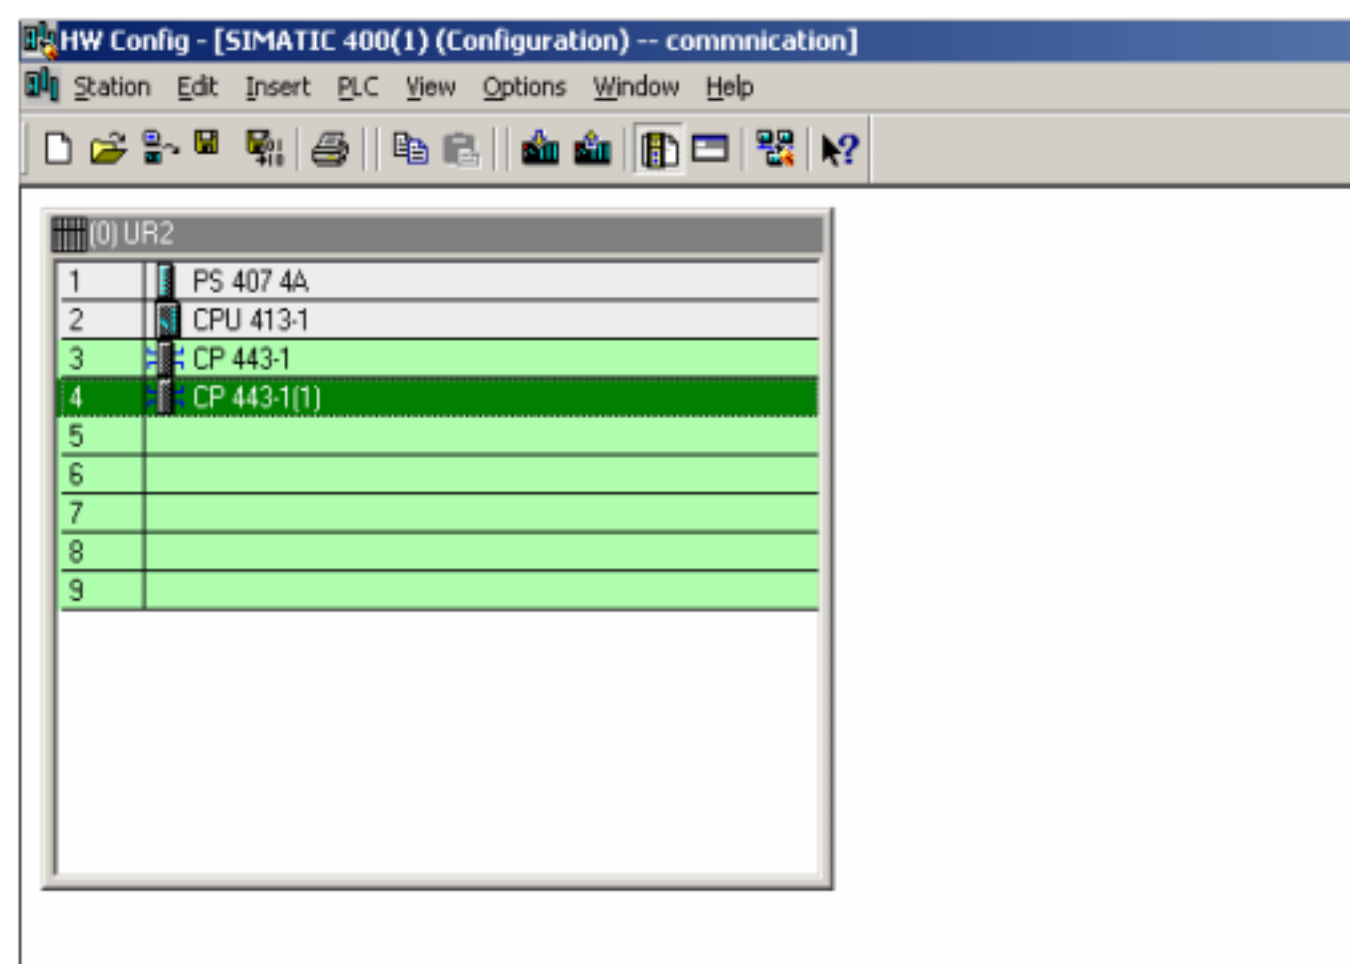

图4.3
使用 STEP7 编程软件对 PLC 系统进行软件组态，在 Hardware 界面内插入实际的 PLC 硬件，在本例中使用了两块 CP443-1 通讯模块，WINCC 使用 CP443-1(1) 和 PLC 进行通讯，如下图 4.3 所示：